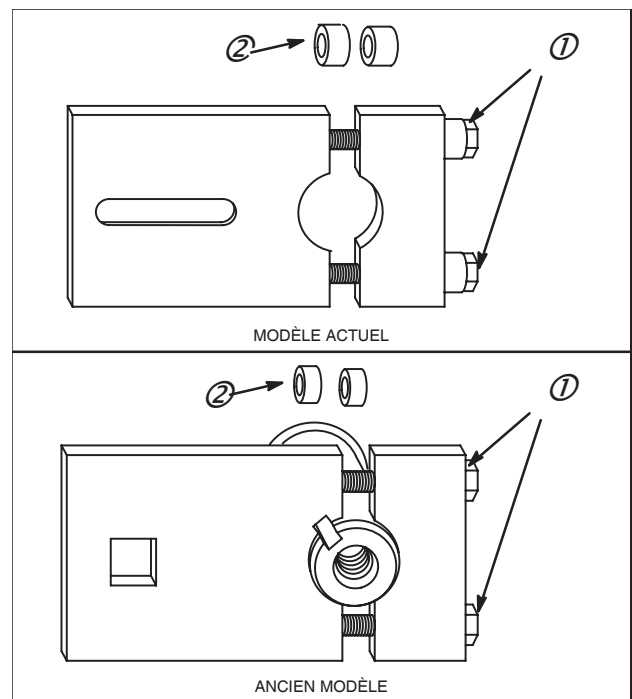

Fig. 1
2. Déposer la bougie. Déposer ensuite le filtre à air et déconnecter le tube de reniflard de l'embase du filtre à air (s'il existe). Déposer les entretoises (2) pour les vilebrequins de diamètre 25,40 mm.
4. Monter l'outil de blocage sur le vilebrequin. Serrer les vis (1) au couple de 17 Nm, Fig. 1.